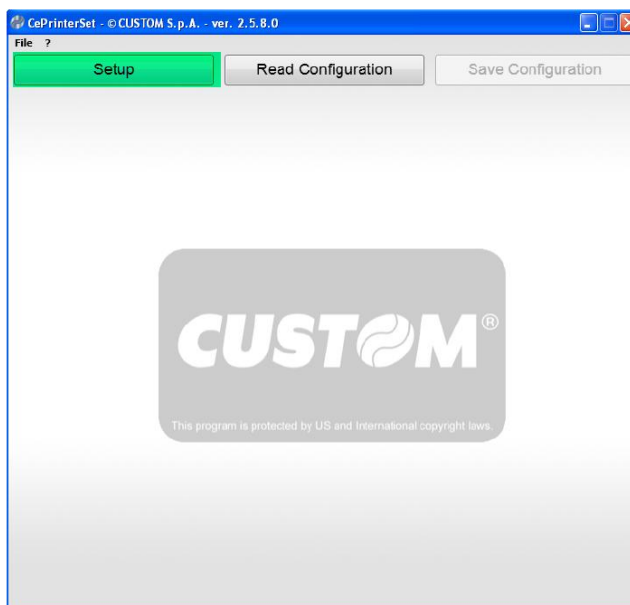

Рисунок 12 – Диалоговое окно программы CePrinterSet.
3.3.12 Откроется диалоговое окно программы (см. Рисунок 12)